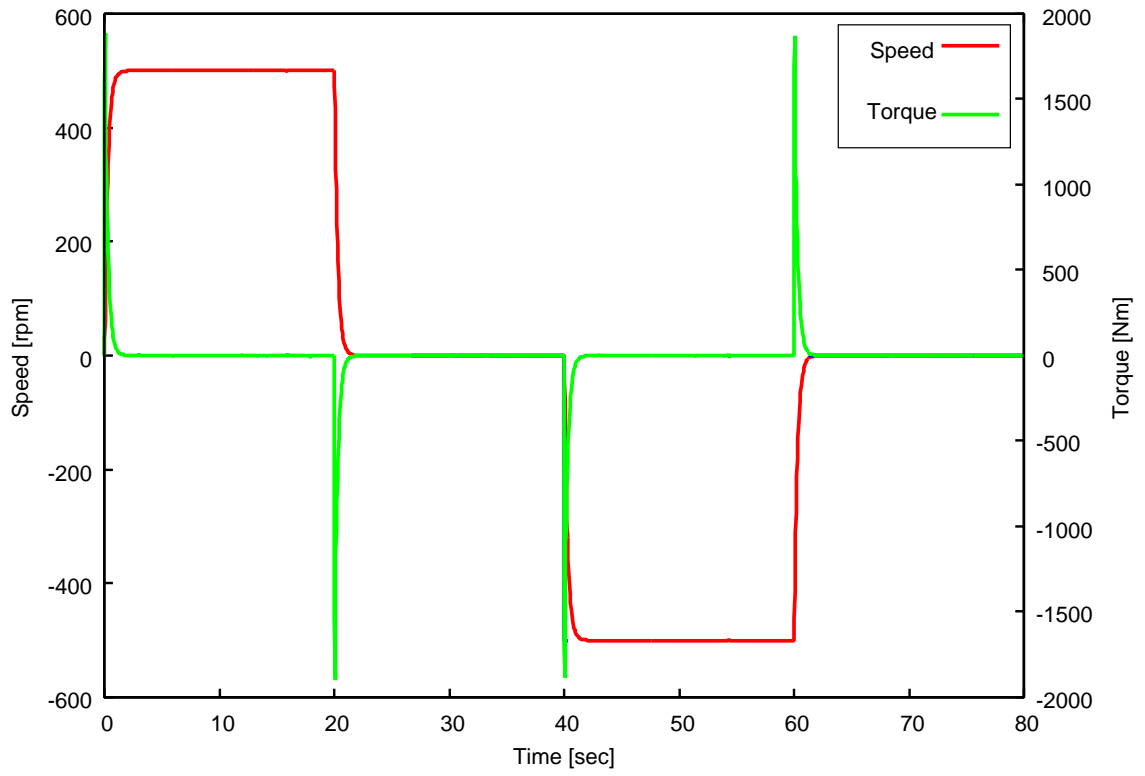
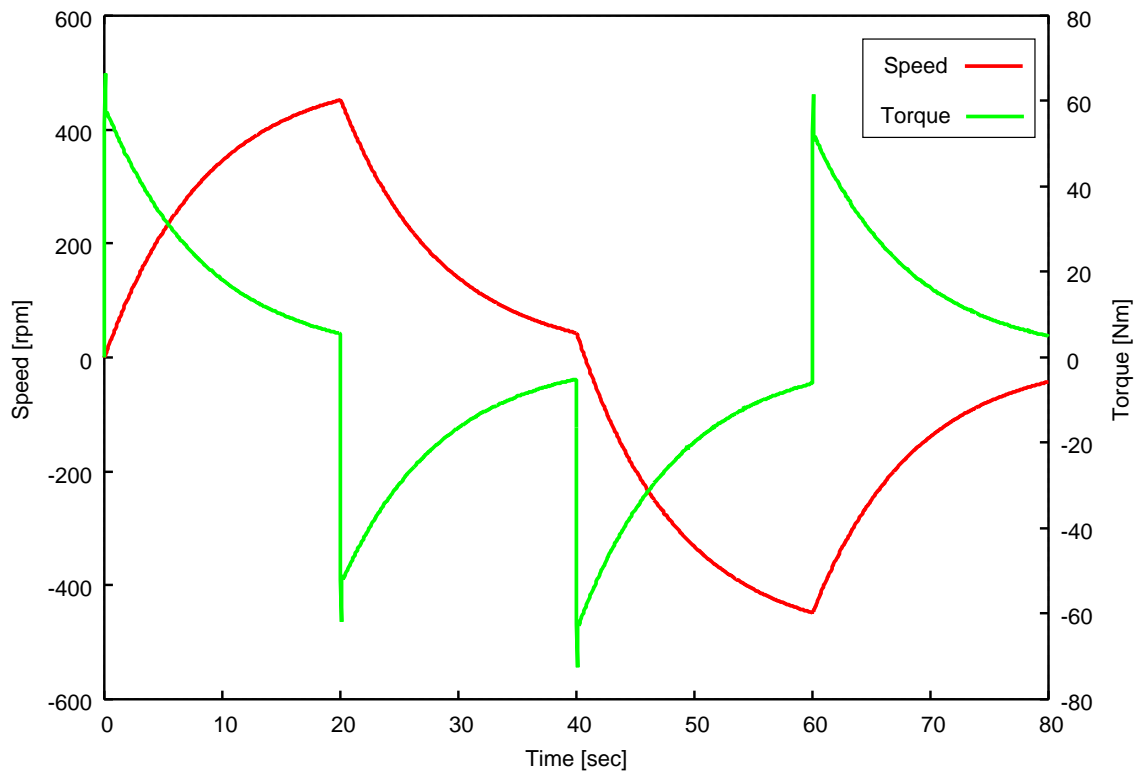
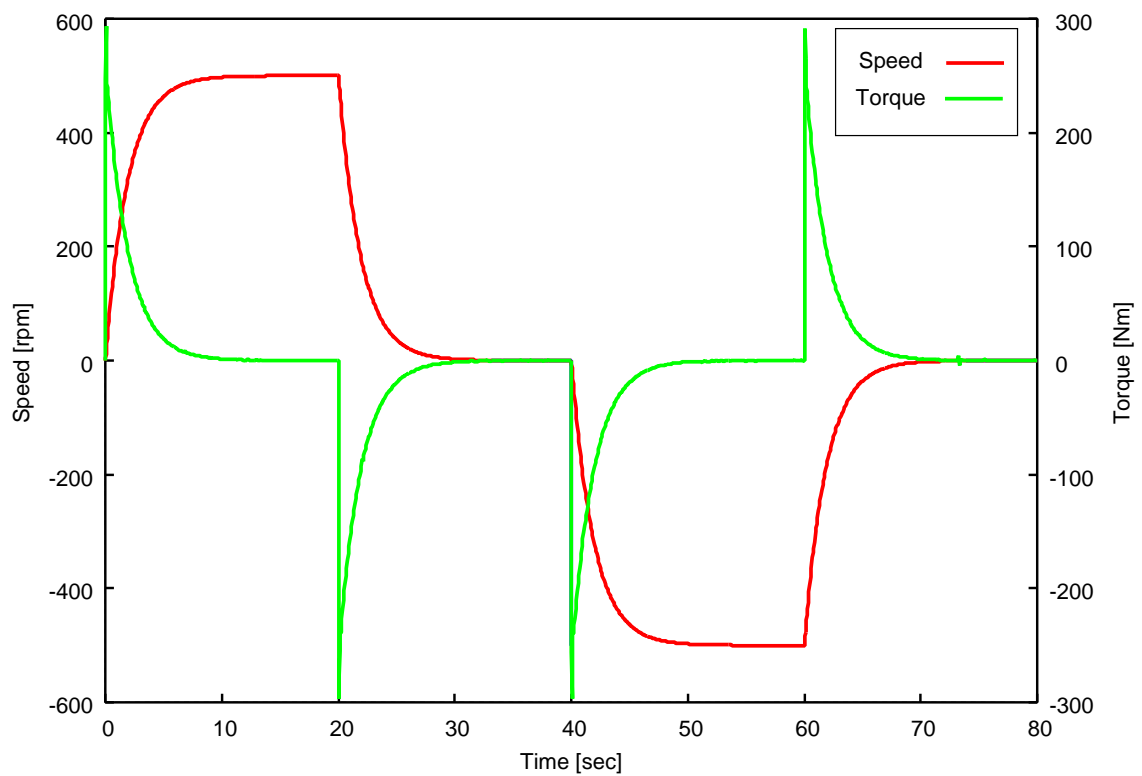

図 3. LQI 制御による DC モータの 4 象限運転のシミュレーション結果 ($r_e = 0.001$)
図 4. LQI 制御による DC モータの 4 象限運転のシミュレーション結果 ($r_e = 1$)
図 5. LQI 制御による DC モータの 4 象限運転のシミュレーション結果 ($r_e = 0.05$)
4 象限運転とは，1 象限では正転運転，2 象限では正転回生，3 象限では逆転運転，4 象限では逆転回生を行う運転である．ここで，前節で設計した LQI 速度制御系にて 4 象限運転を実現したシミュレーション結果を $r_e = 0.001$ のときを図 3 に， $r_e = 1$ のときを図 4 に示す．また， $r_e = 0.05$ のときを図 5 に示す．ただし，目標速度は運転開始と同時に DC モータの基底速度である 500[rpm]，運転開始から 20[s] 後に 0[rpm]，運転開始から 40[s] 後に -500[rpm]，運転開始から 60[s] 後に 0[rpm] と変化するように与えた．図 3,4,5 を見ると，(10) 式で示した評価関数の重みを $r_e = 1$ としたときは $r_e = 0.001$ のときと比べて，応答が遅く，出力トルクが小さいことがわかる．評価関数の重み r_e が大きいほど応答が遅く，出力トルクが小さいのではないかと考えられる．速やかに目標速度に到達させたい場合は評価関数を小さく設計すれば良いのではないかと考えられるが，小さすぎると出力トルクが大きくなり，モータが破壊する可能性がある．よって評価関数の重みを適切に選定する必要があると考えられる．